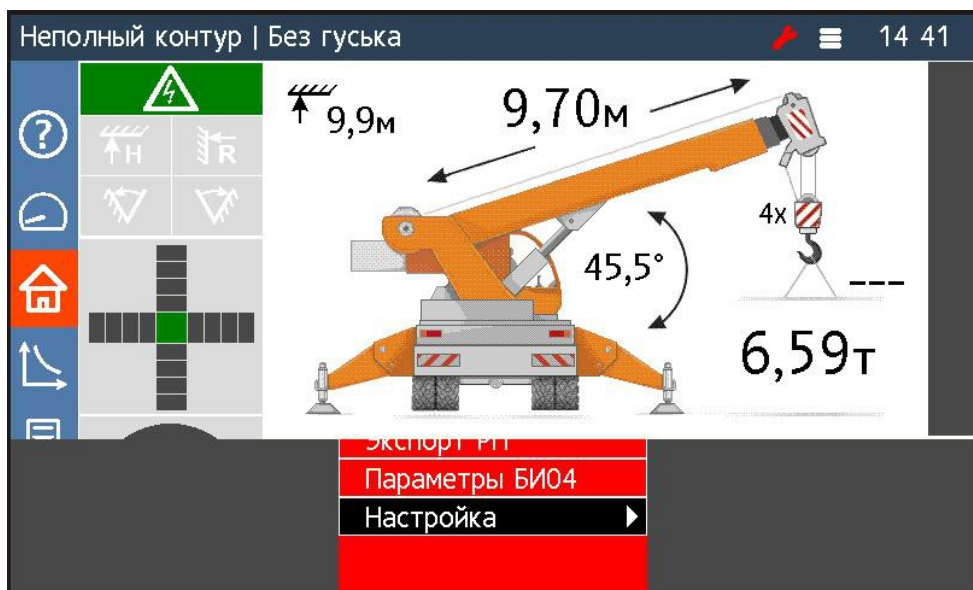

Рисунок 14 — Меню "Настройка"
- нажатием кнопки 4 выбрать пункт меню «Настройка» (рисунок 14), затем кнопку 6;